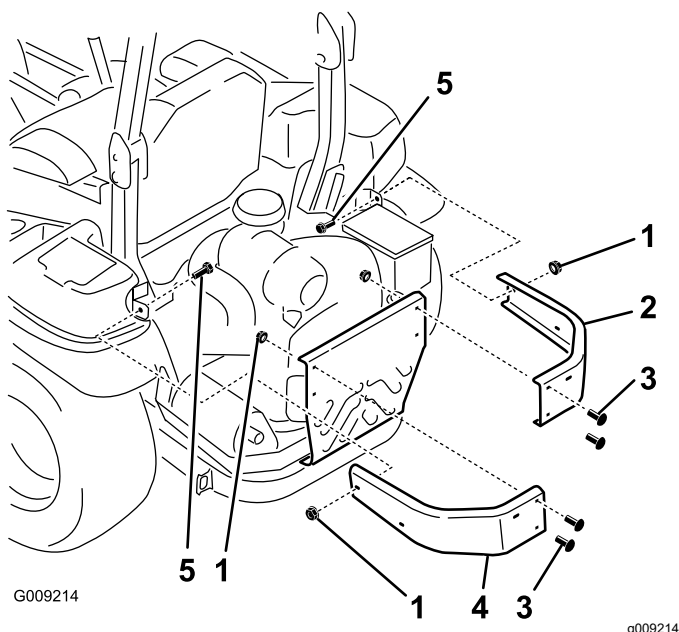

Figure 5
1. Retirez les écrous et les boulons qui fixent les pare-chocs latéraux sur la machine (Figure 5).
2. Montez les nouveaux pare-chocs gauche et droit à l'aide de 2 boulons de carrosserie ($\frac{3}{8}$ x $1\frac{1}{4}$ po), 4 des boulons de carrosserie retirés précédemment et 6 écrous à embase ($\frac{3}{8}$ po), comme montré à la Figure 5.